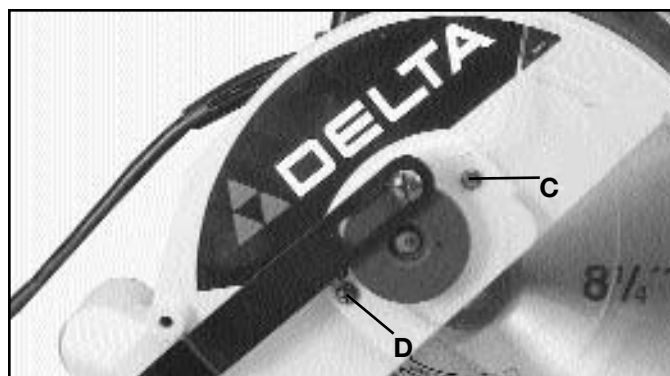

Fig. 8
4. Reponga el tornillo (C) Fig. 8 que se quitó en el **PASO #2**. Apriete los tornillos (D) y (C).